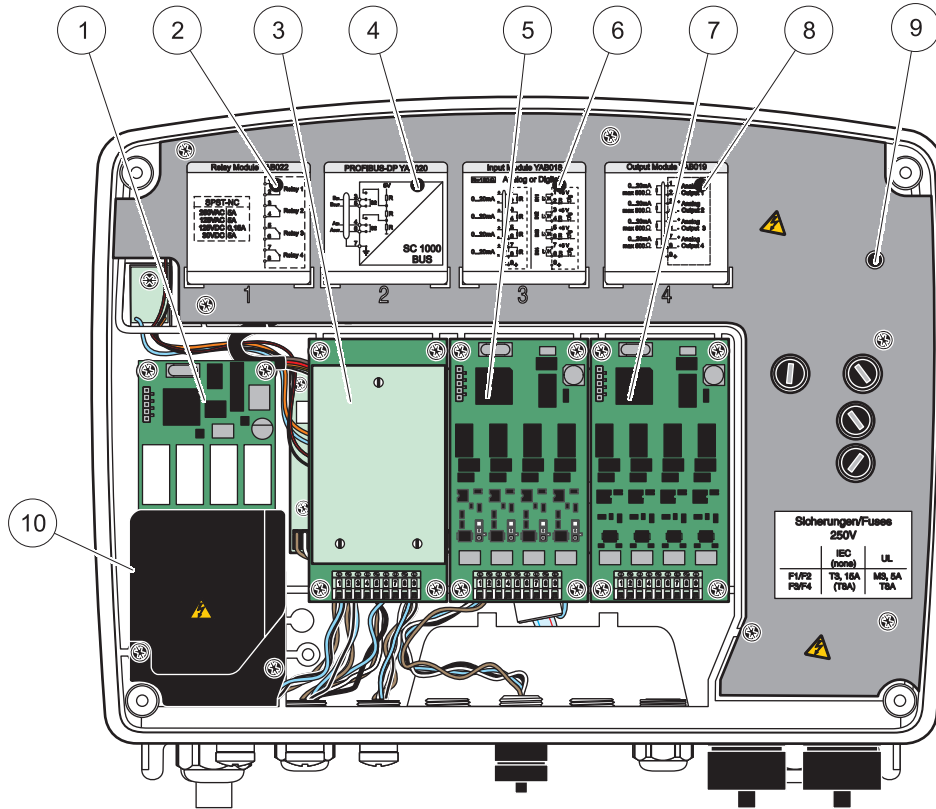

Figura 18 Puertos de tarjeta de expansión
3. Conecte la tarjeta de relé en la ranura adecuada (Figura 18). Utilice un destornillador magnético para ajustar los cuatro tornillos de cabeza Phillips a la tarjeta (es más fácil conectar las tarjetas si el módulo está en su posición normal, montado verticalmente, en lugar de colocarlo en posición horizontal sobre un banco).
6. Escriba el número de serie de la placa con especificaciones que se encuentra en el adhesivo suministrado y pegado en la barrera de alto voltaje principal (Figura 18). Este número de serie es la misma dirección interna de la tarjeta de red.
2. Conecte la tarjeta de entrada en la ranura adecuada (Figura 18). Use un destornillador magnético para asegurar los cuatro tornillos a la tarjeta.
5. Escriba el número de serie de la placa con especificaciones que se encuentra en el adhesivo suministrado y pegado en la barrera de alto voltaje principal (Figura 18).
2. Conecte la tarjeta de salida del en la ranura adecuada (Figura 18). Use un destornillador magnético para asegurar los cuatro tornillos a la tarjeta.